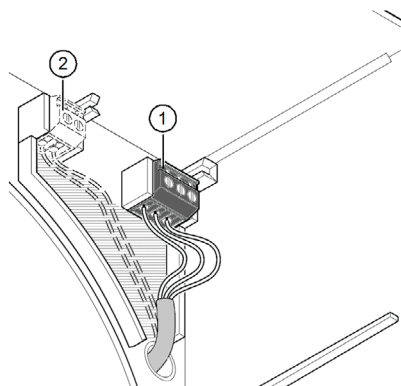

Fig. 6: Controllare il cavo di rete ed event. di comando
- ▶ Controllare la configurazione del morsetto di collegamento a 3 poli (pos. 1 nella Fig. 6) del cavo di rete conformemente a quanto indicato negli schemi elettrici per le unità ventilatori VARIO II, vedere la sezione 9 a pagina 17.
- ▶ Nei tipi di apparecchi con ingresso di comando, controllare la configurazione del morsetto di collegamento a 2 poli (pos. 2 nella Fig. 6) del cavo di comando conformemente a quanto indicato negli schemi elettrici per le unità ventilatori VARIO II, vedere la sezione 9 a pagina 17.
- ▶ Accertarsi che i cavi siano posati solo nell'area tratteggiata (vedere Fig. 6). In caso contrario sussiste il pericolo che i cavi vengano schiacciati quando s'inserisce il motore del ventilatore.